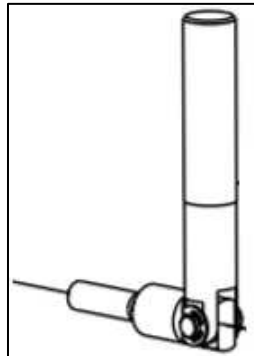

Figura 7
5. Se la testa *non dovrà mai* spostarsi da sinistra a destra, installare il monitor sullo scaffale. Evitare di urtare l'impugnatura girevole (vedere Figura 7 sotto). Se la testa *dovrà* spostarsi, allora mettere il monitor sul piano di lavoro accanto alla macchina. In questo modo, l'impugnatura girevole può essere facilmente raggiunta e spostata al bisogno.